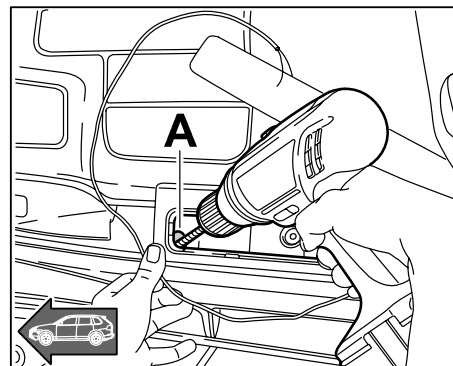

Bild 4
- 1.7 Einstiegsverkleidung anheben und in der vordersten Kammer vorsichtig mit einem 6 mm-Bohrer ein Loch bohren  $\Rightarrow$  Bild 4 -A-.